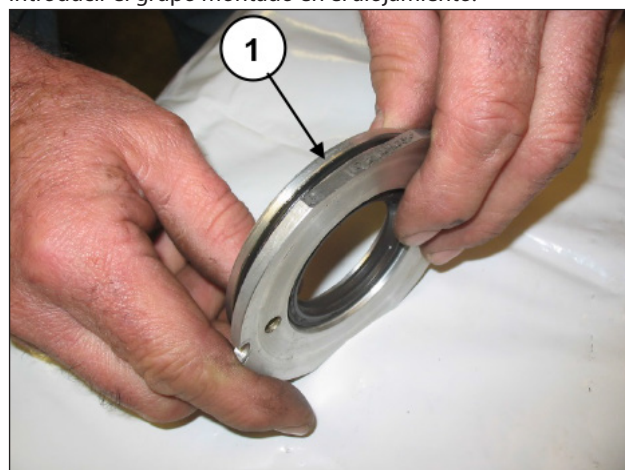

Fig. 118
Colocar la junta tórica (pos. ①, Fig. 118) en el alojamiento de la tapa de retención y, a través de la abertura superior del cárter, introducir el grupo montado en el alojamiento.